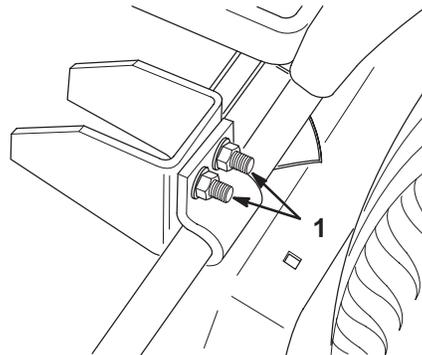

Bild 12
1. Gleichen Sie den seitlichen Schnitt durch Einstellen der beiden Schlossschrauben (Bild 12) hinten links am Mähwerk ab.
2. Prüfen Sie nach dem Einstellen der Schlossschrauben den seitlichen Messerschnitt. Siehe „Prüfen des seitlichen Messerschnitts“ (Bild 12).